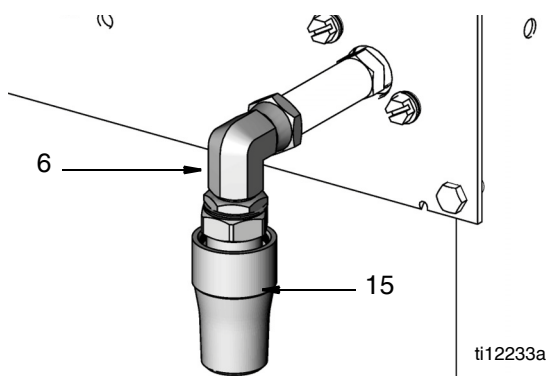

Рис. 26
- Развинтите узел из nipples (13), колена (6) и поворотной насадки (15) и отсоедините от распределителя (14) (Рис. 26).